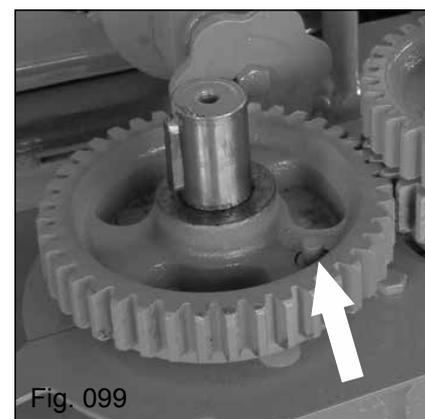

Fig. 099
- Remova o pino fusível quebrado (Fig. 099). Para isso movimente manualmente o eixo da engrenagem até que o pino rompido caia no furo da base da caixa de transmissão;